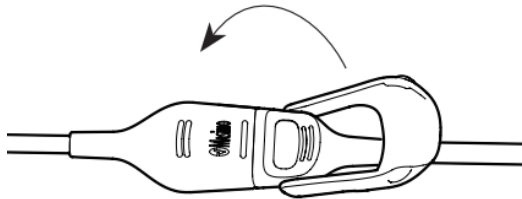

Fig. 15-5 Conexión sensor PED.
2. Consulte la Fig. 15-5. Cierre completamente el seguro protector.